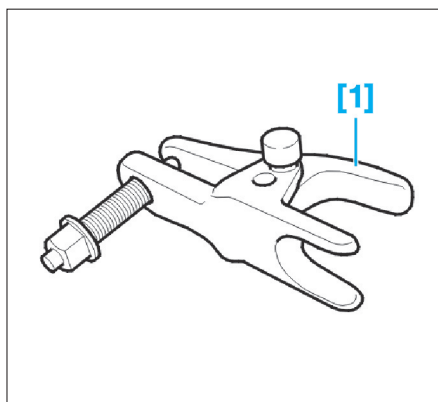

FIG. 10
- [1]. Extracteur pour rotule de pivot (réf : 999 2945) (Fig.10).